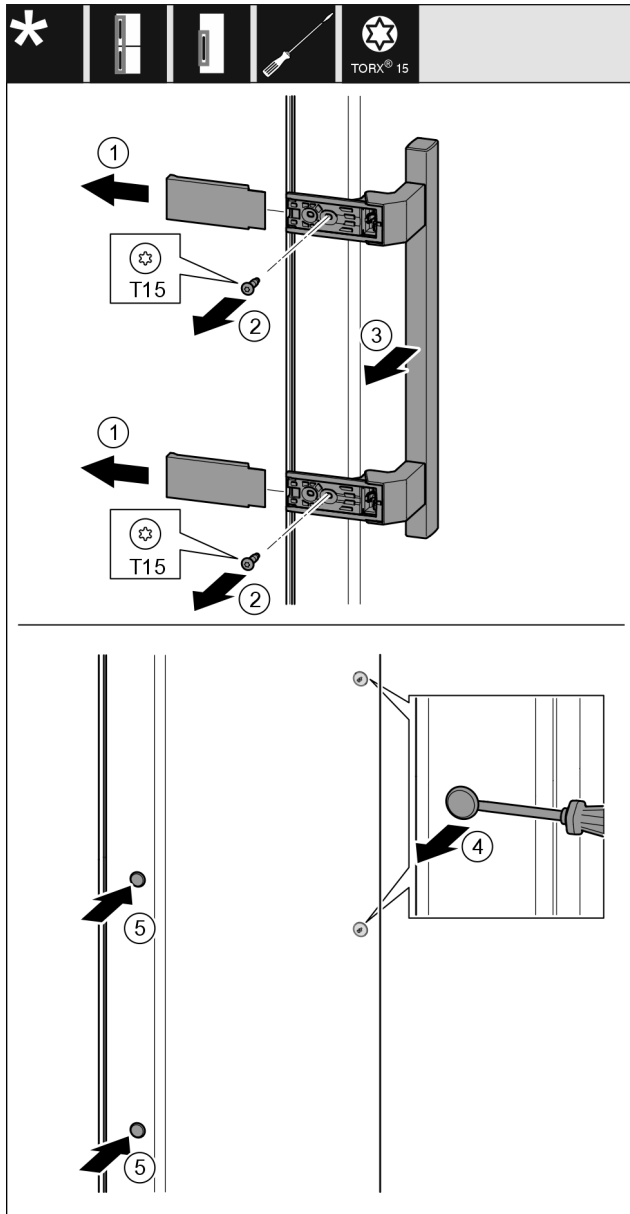

Fig. 35
- Retirer le cache Fig. 35 (1).
- Retirer les vis Fig. 35 (2) avec un tournevis.
- Retirer la poignée Fig. 35 (3).
- Soulever et retirer avec précaution le cache latéral Fig. 35 (4) avec un tournevis plat.
- Replacer le cache Fig. 35 (5) de l'autre côté.